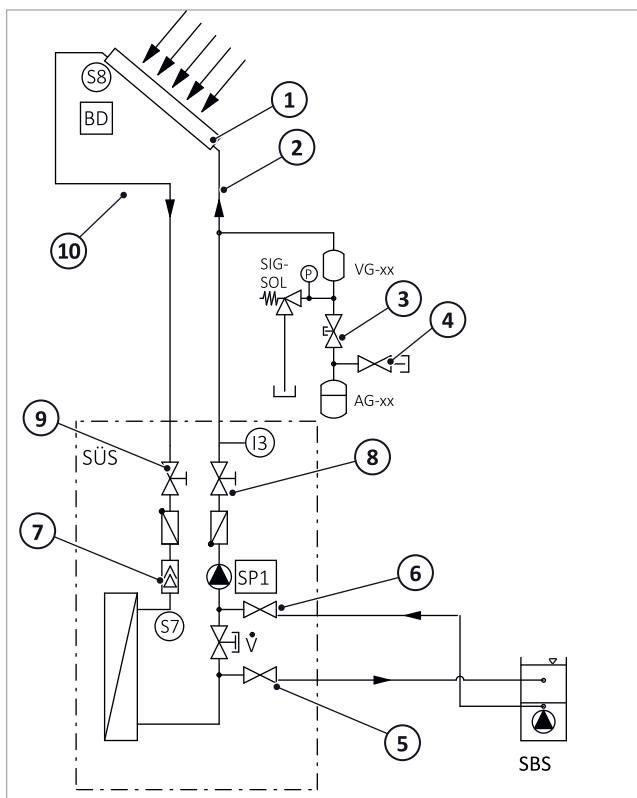

Fig. 108: Stazione di trasmissione del calore solare: spurgo della linea della pompa
- Dopo il nuovo riempimento del circuito solare, durante l'esercizio avranno luogo dei degassamenti i quali si accumulano nell'intercettazione aria della stazione → *fig. 108, S. 56 (7)*. Questi degassamenti si riducono man mano che aumenta la durata di esercizio. Nei primi giorni dopo la messa in funzione, quindi giornalmente, sfiatare l'intercettazione aria e, infine, a seconda della separazione della quantità d'aria ad intervalli più lunghi e controllare la pressione dell'impianto.